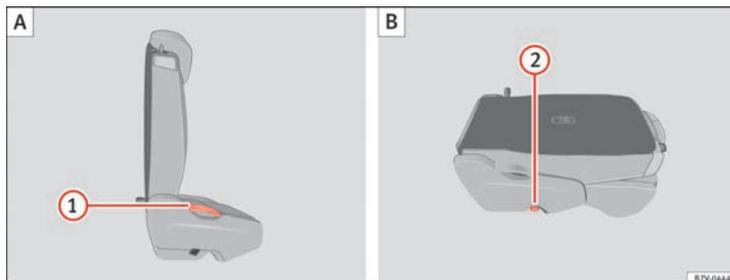
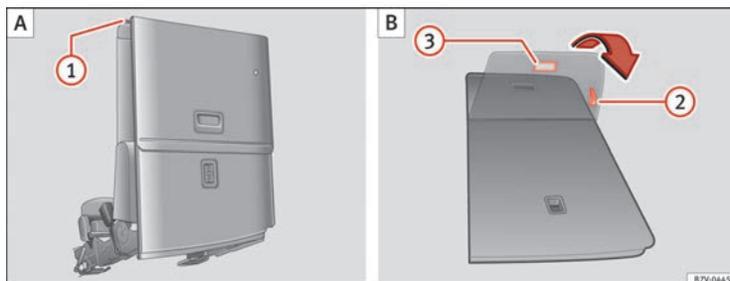

Fig. 89 Segunda fila de asientos: pliegue el asiento trasero (A), asiento trasero como superficie de carga (B).
Fig. 90 Tercera fila de asientos: plegar el asiento trasero para cargar (A) y colocarlo de nuevo (B).
- Retire los objetos de la zona reposapiés situada delante y detrás del asiento trasero ⇒ ①.
- Tire de la palanca ⇒ fig. 89 ① hacia arriba y pliegue el respaldo hacia delante. La banqueta completa se pliega hacia delante ⇒ △.
- Baje el respaldo plegado hacia delante hasta que éste este encastrado en la posición de la superficie de carga ②.
- En caso necesario tire de la palanca ⇒ fig. 90 ② para desplazar la banqueta hacia la posición deseada.
- Tire de la palanca ⇒ fig. 89 ① hacia arriba y coloque el respaldo en vertical. El asiento completo se pliega hacia atrás.
- Tire del asa ⇒ fig. 90 ② para recolocar la bandeja del asiento.
- Tire de la maneta ③. El asiento completo se pliega hacia atrás.